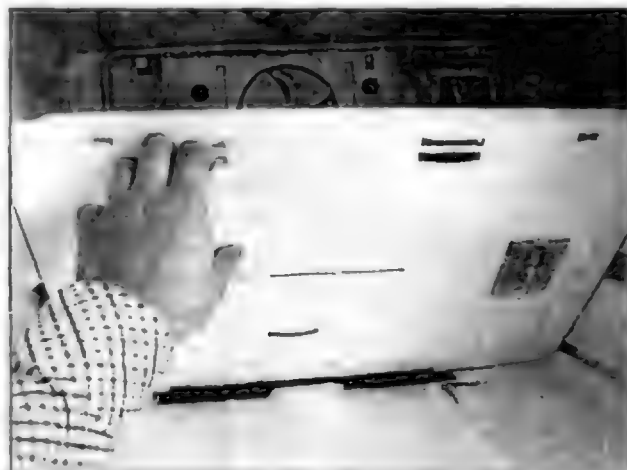

Рис. 2.6.7
- Аккуратно, чтобы не повредить нижнюю защелку, снимают защитную панель испарителя (рис. 2.6.7).